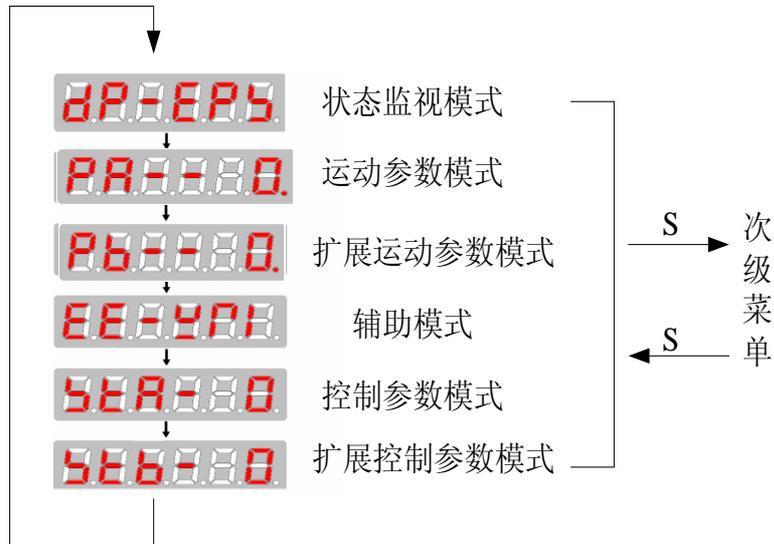

图 6.4 HSV-180UD, HSV-180U1D 系列伺服驱动单元主菜单
- 操作按多层操作菜单执行，第一层为主菜单，包括六种操作模式，第二层为各操作模式下的功能菜单。图 6.4 表示主菜单操作框图：